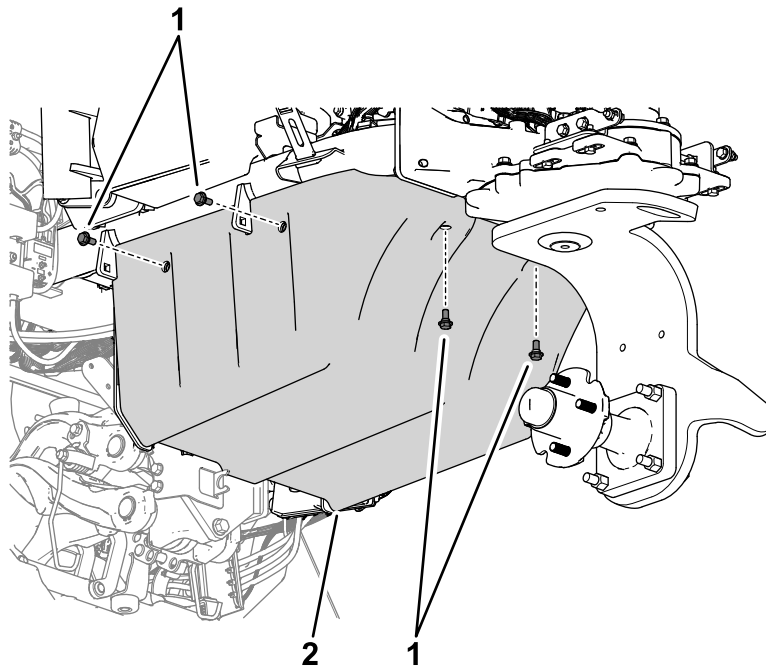

Figur 32
1. Monter 6 hastighedsmøtrikker på taperne på den øvre monteringsplade og den nedre monteringsplade (Figur 32).